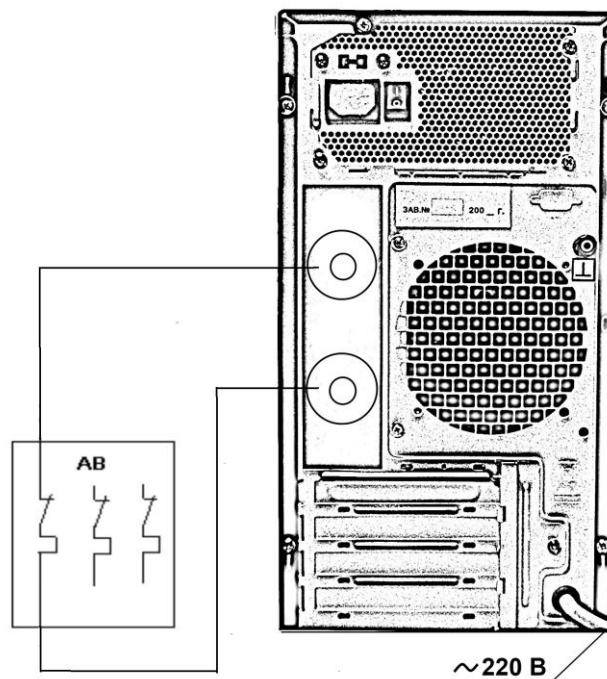

Рис.5. Схема подключения комплекта для проверки автоматических выключателей
**ВНИМАНИЕ:** Питание комплекта должно осуществляться от сети 220В с током нагрузки 40А (рис. 5)
После подключения комплекта к сети 220В согласно рис.5 включается автоматический выключатель защиты и клавиша включения управления. После появления индикации приступить к испытаниям.